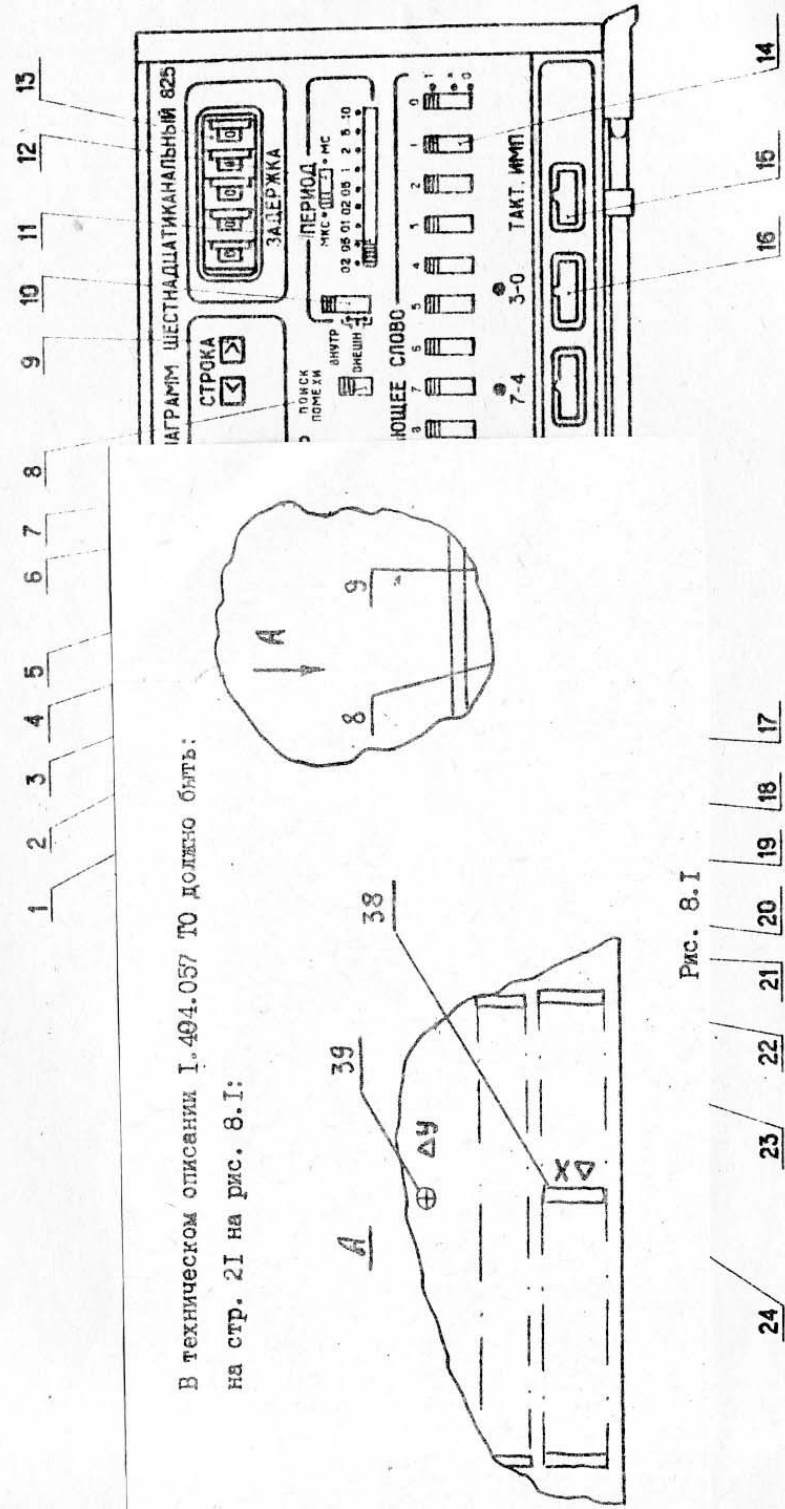

Рис. 8.1
8.1.1. Органы управления и подсоединительные разъемы расположены на передней и задней панелях прибора (рис.8.1, 8.2).